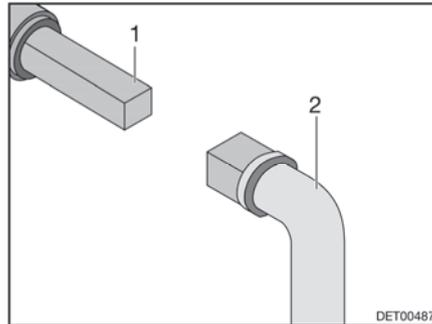

Bild 116 Bedienung Abwasserhahn
- Schlüssel (Bild 116,2) auf Vierkant (Bild 116,1) stecken.